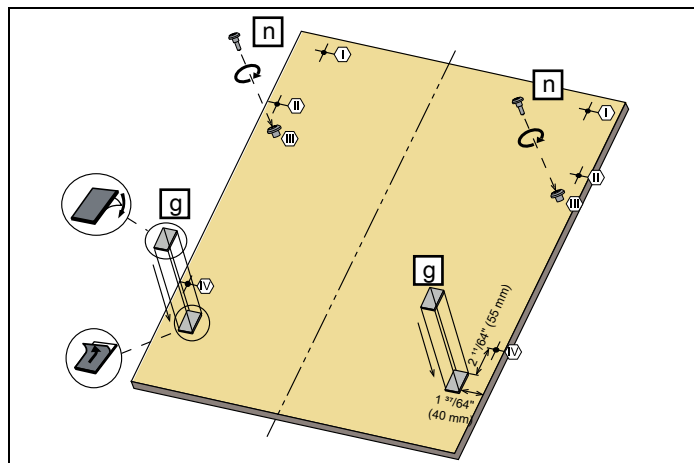

Fig. 20
- 3) Come mostrato nella Fig. 20 , le viti 4 mm x 21,5 mm ($\varnothing$ 5/32" x 27/32") installate nelle posizioni III.
- 4) Come illustrato nella Fig. 20 , le strisce di fissaggio per le ante di legno vengono installate nelle posizioni indicate.